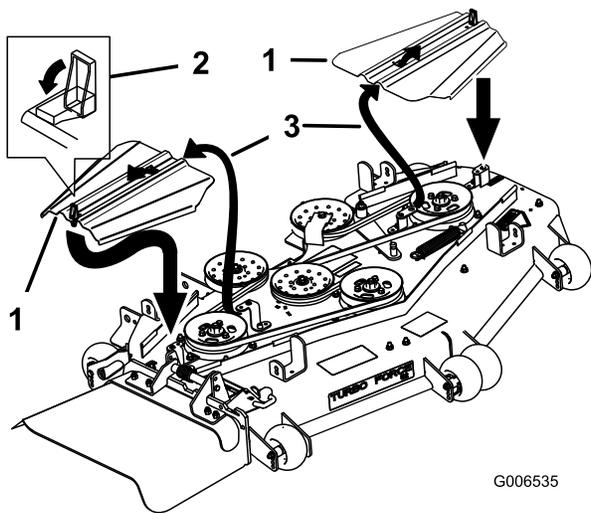

Figura 83
14. Montate i paracinghia infilandole nelle linguette, avvitate i bulloni e chiudete i dispositivi di fermo (Figura 83).